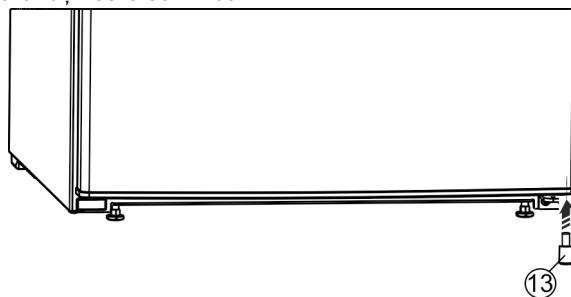

Fig. 27 *
- ▶ Remontați distanțierul Fig. 27 (13) în partea inferioară dreaptă a ușii, deoarece este important pentru stabilitatea aparatului.*